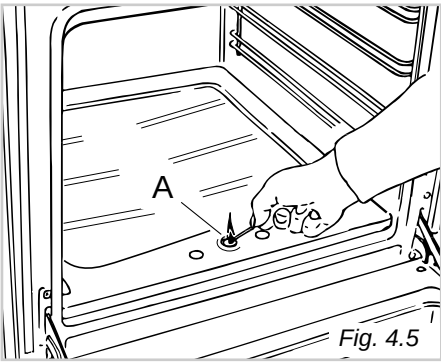

Fig. 4.5
- 2 - Avvicinare una fiamma al foro centrale "A" della base del forno (fig. 4.5).